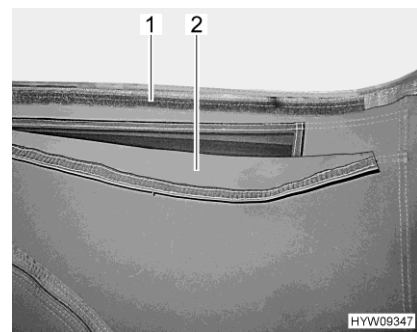

Fig. 22 Aération (ouverte)
- Tirer le pan d'étoffe (Fig. 22,2) vers le haut et presser la bandes velcro (Fig. 22,1).